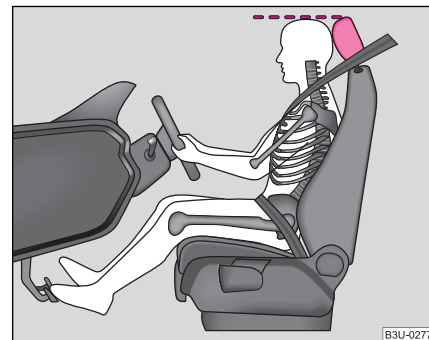

Fig. 148 El ajuste correcto del reposacabezas del conductor
- Ajuste el reposacabezas de tal modo, que el borde superior del mismo se encuentre de ser posible a la misma altura que la parte superior de su cabeza ⇒ **fig. 148**.
- Ajuste el reposacabezas de tal modo, que el borde superior del mismo se encuentre de ser posible a la misma altura que la parte superior de su cabeza ⇒ página 179, fig. 148.
- Ajuste los reposacabezas de tal modo, que el borde superior de los mismos se encuentre de ser posible a la misma altura que la parte superior de la cabeza ⇒ página 179, fig. 148.